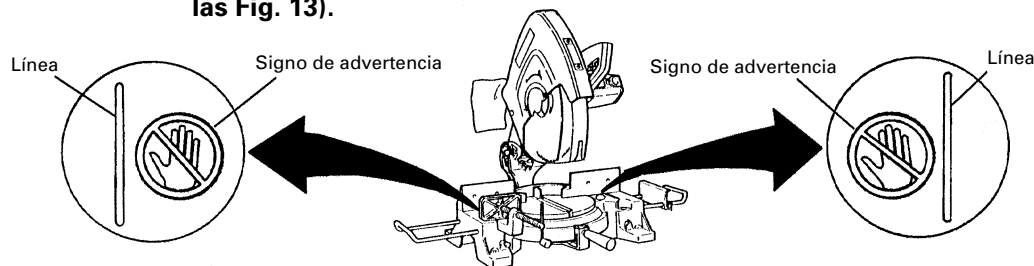

Fig. 13
- * No coloque nunca sus miembros dentro de la línea cerca del signo de advertencia mientras está utilizando la herramienta. Esto podría resultar peligroso (consulte las Fig. 13).